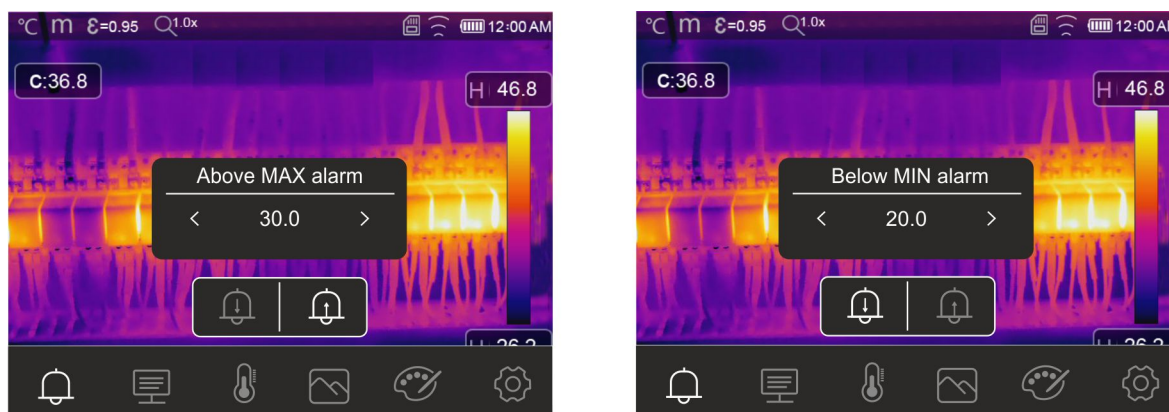

Fig. 41: Réglage de seuils limites pour les alarmes
3. Touchez l'icône « 🔔 » pour définir la valeur du seuil **supérieur** associé à l'alarme. La page-écran de la Fig. 41 – partie gauche s'affiche à l'écran
5. Touchez l'icône « 🔔 » pour définir la valeur du seuil **inférieur** associé à l'alarme. La page-écran de la Fig. 41 – partie droite s'affiche à l'écran